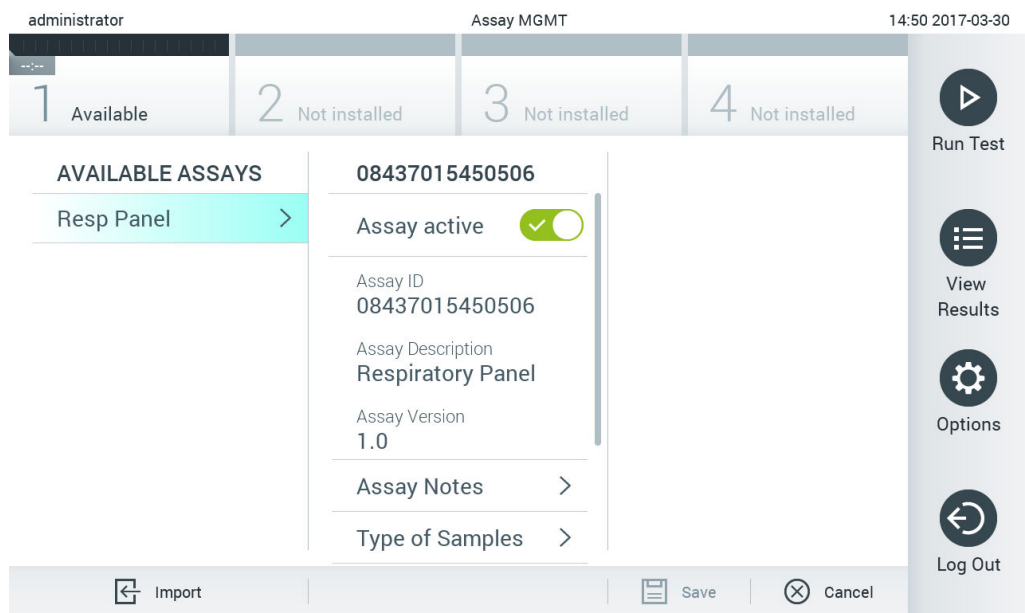

Рис. 59. Управление доступными тест-системами.
1. Нажмите кнопку **Options** (Опции), а затем кнопку **Assay Management** (Управление тест-системами), чтобы открыть экран **Assay Management** (Управление тест-системами). Перечень доступных тест-систем отображается в первом столбце области содержимого (рис. 59).